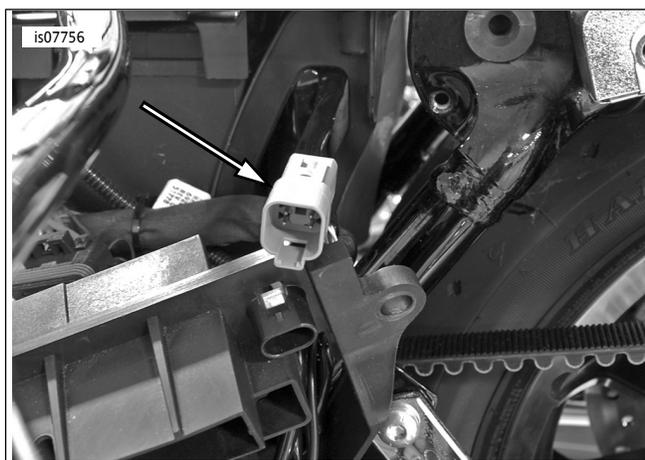

图11。DLC [91A]
2. 参见图11。从左侧盒松开原厂零件[91A]。通过开口将其拉回座椅下方盒后方区域。